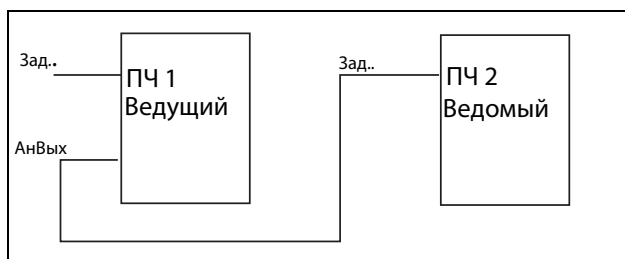

Рис. 135
- сигнала задания для следующего преобразователя частоты в конфигурации «ведущий/ведомый» (см. рис. 135);